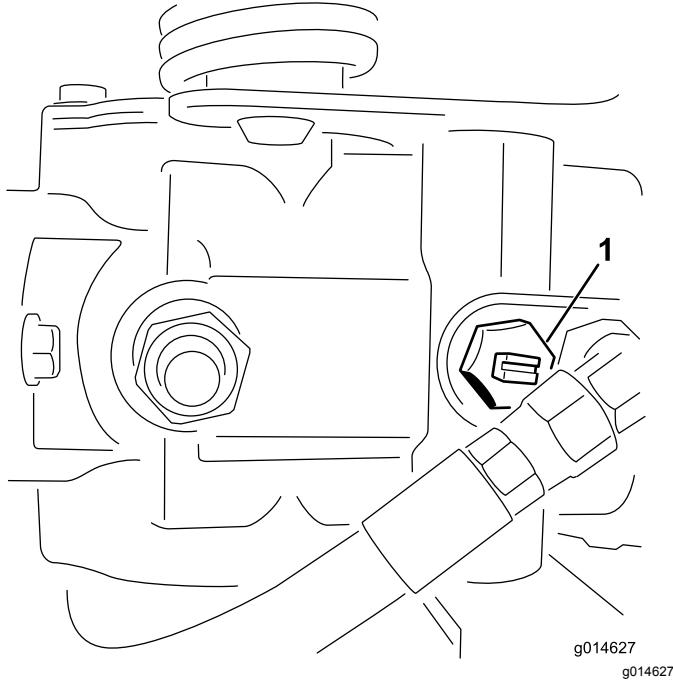

Bild 37
Ventils in die horizontale Stellung (Bild 37). Starten Sie den Motor nie, wenn das Ventil noch offen steht.
1. Ermitteln Sie das Sicherheitsventil an der Pumpe und drehen es so, dass der Schlitz vertikal ist (Bild 37).